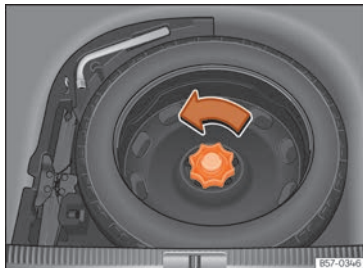

Fig. 222 Na bagageira: piso de carga levanta-se.
- Mova a roda no sentido contrário ao dos ponteiros do relógio »» Fig. 222.